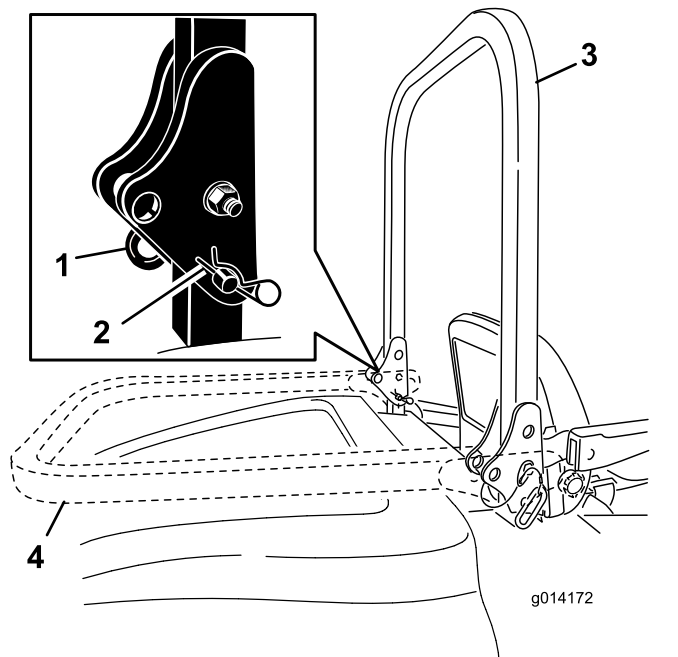

Figure 22
2. Retirez les 2 goupilles fendues puis les 2 axes (Figure 22).
3. Relevez l'arceau de sécurité à la verticale (Figure 22).
4. Fixez l'arceau de sécurité en position avec les 2 axes et les 2 goupilles fendues (Figure 22).
1. Retirez les goupilles fendues, poussez l'arceau de sécurité en avant contre les ressorts et retirez les 2 axes (Figure 22).
2. Faites pivoter l'arceau de sécurité à la position abaissée (Figure 22).
3. Insérez les 2 axes dans les plaques de pivot et fixez-les avec les 2 goupilles fendues (Figure 22).